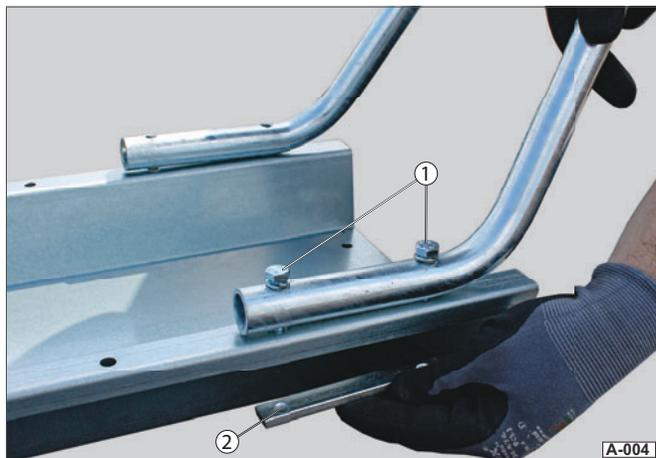

Abb. 4 Standbügel lösen
- ▶ Lösen Sie die Sechskantschrauben (Abb. 4/1).
- ▶ Halten Sie die Gewindeplatte (Abb. 4/2) fest.